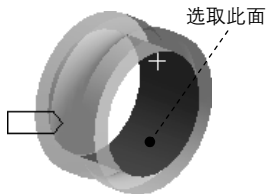

图 7.6.33 定义目标面
(2) 定义目标面。单击以激活 **Target** 后的文本框，选取图 7.6.33 所示的模型表面为目标面 (两个面)，单击 **Apply** 按钮。